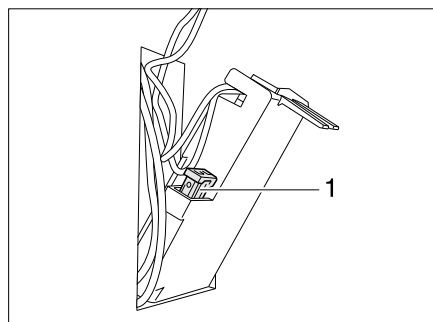

Bild 160 Sicherung der Thetford-Toilette
- Die Sicherung (Bild 160,1) wechseln.